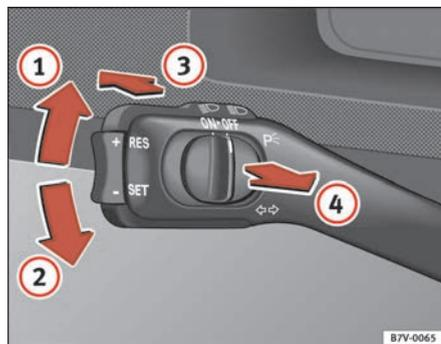

Fig. 73 Leva degli indicatori di direzione e degli abbaglianti
- Se si vuole mettere la freccia **a destra** occorre spingere la leva verso l'alto (fino al riscontro) ⇒ fig. 73 ①; per mettere la freccia **a sinistra**, invece, bisogna spingere la leva verso il basso ②.